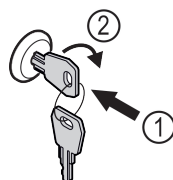

Fig. 195 Representación a modo de ejemplo
- Introducir la llave Fig. 195 (1).
- Girar la llave 90° en sentido horario Fig. 195 (2).